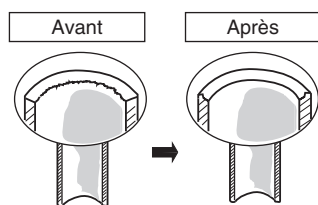

Fig. 5-1
- (1) Coupez le tube en cuivre à la longueur requise avec un coupe-tube. Il est recommandé de couper environ 30 à 50 cm en plus de la longueur du tube que vous évaluez.
- (2) Éliminez les copeaux à l'extrémité de la tuyauterie en cuivre avec un alésoir de tube ou une lime. Ce procédé est important et doit être effectué soigneusement pour faire un bon évasement. Veillez à empêcher la pénétration de tout contaminant (humidité, saleté, copeaux métalliques, etc.) dans la tuyauterie. (Figs. 5-1 et 5-2)